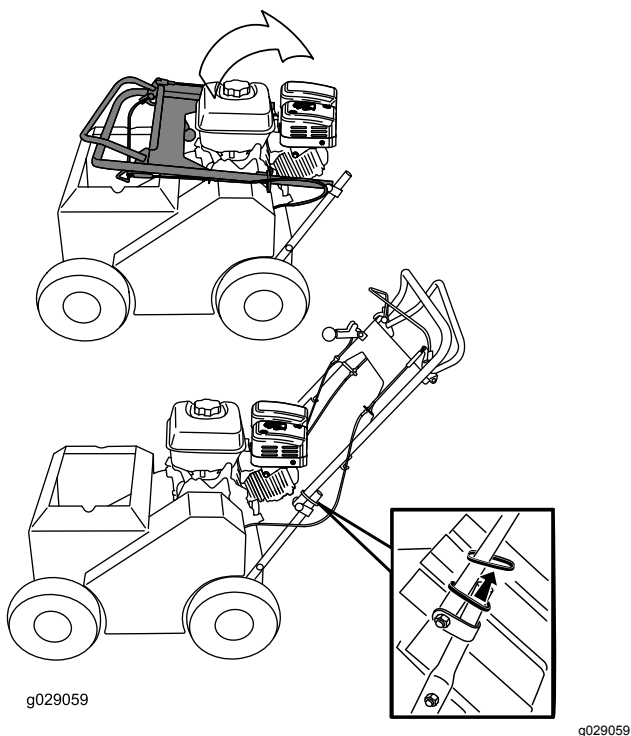

Figure 3
1. Élevez le guidon en position d'utilisation (Figure 3).
2. Descendez sur la partie inférieure du guidon les anneaux de blocage ovales situés de chaque côté de la partie supérieure (Figure 3) pour verrouiller les deux parties ensemble.